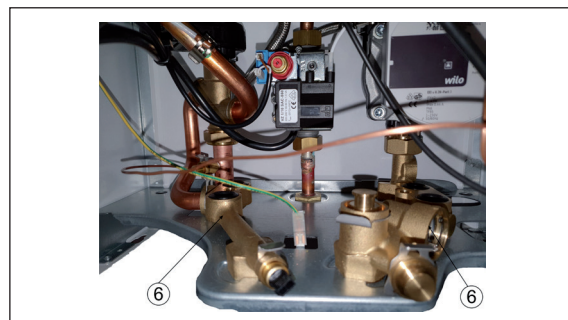

Bild 5
Nach vorne und oben bewegen (6) (Bild 5)